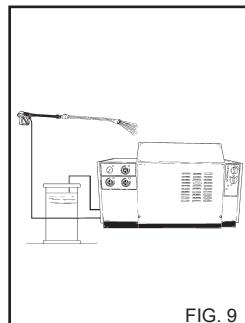

FIG. 9
3) Efter brug med rengøringsmiddel, skal indtagskredsløbet skyldes igennem; sæt suge-slangen for rengøringsmidlet (fig. 9) i en beholder med rent vand og lad pumpen køre i 1 minut med doseringshanen helt åben og spydet sat til levering af rengøringsmiddel. Gentag indgrebet ved først at indstille vælgeren for rengøringsmiddel i pos. "I" og herefter i pos. "2".
5) Efter brug med rengøringsmiddel, skal indtagskredsløbet skyldes igennem; sæt sugeslangen for rengøringsmidlet (fig. 9) i en beholder med rent vand og lad pumpen køre i 1 minut med doseringshanen helt åben og spydet sat til levering af rengøringsmiddel. Gentag indgrebet ved først at indstille vælgeren for rengøringsmiddel i pos. "1" og herefter i pos. "2".